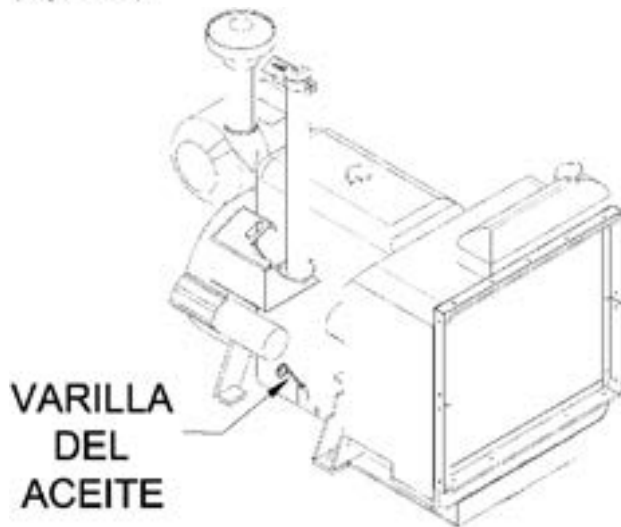

Figura 10. Varilla medidora del aceite
7. Retire la varilla medidora del aceite de su base (Figura 10).